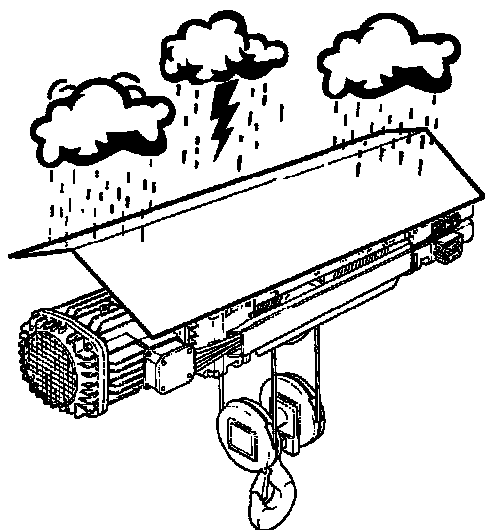

Abb. 106
- **Gebrauch im Freien:** Der E-Zug kann während und nach des Gebrauchs verschiedenen Witterungseinflüssen ausgesetzt sein. Auch wenn die elektrischen Bauteile des E-Zugs und der Laufkatze die Schutzart IP55 aufweisen, wird dennoch empfohlen, sie mittels Überdachung und Schutzabdeckungen zu schützen (Abb. 106).